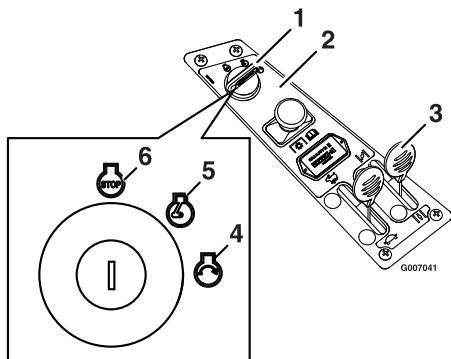

Figure 11
- Tournez la clé de contact en position de démarrage pour activer le démarreur. Relâchez la clé quand le moteur démarre (Figure 11).
5. Si le moteur cale ou hésite, poussez partiellement la manette de starter vers l'avant pendant quelques secondes (Figure 11).
1. Placez la manette d'accélérateur entre la position haut régime et la position à mi course (Figure 11).
3. Tournez la clé de contact en position Contact coupé (Figure 11).